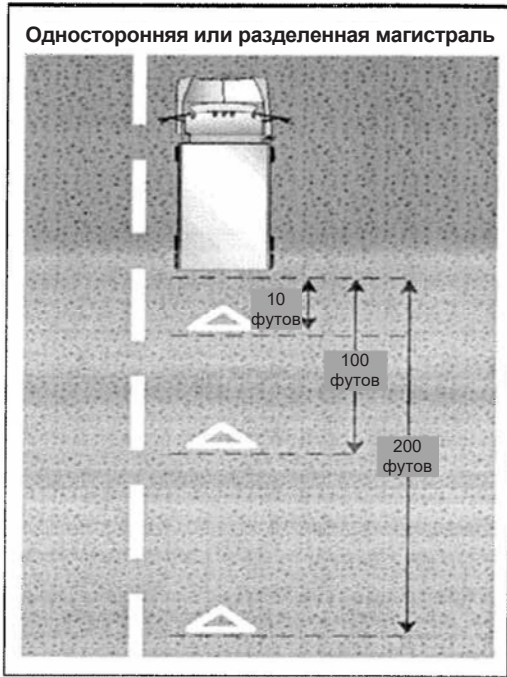

Рисунок 2.8
- Если необходимо остановиться на односторонней или разделенной магистрали или на обочине, разместите предупреждающие устройства (например, аварийные факелы, треугольные светоотражатели, конусы и т. д.) на расстоянии 10, 100 и 200 футов от автомобиля в направлении приближающихся транспортных средств. *Смотрите рис. 2.8.*